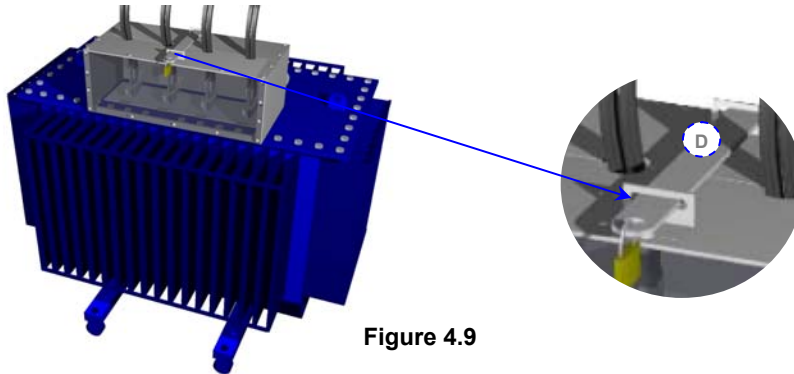

Figure 4.9
- 5) Placer les ponts de BT en les vissant aux plages de raccordement Basse Tension (voir figure 4.9) en appliquant un couple de serrage suffisant pour assurer la continuité électrique.